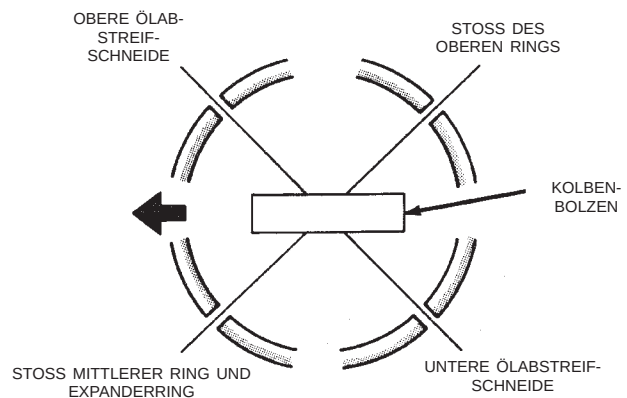

Abb. 12 Kolbenringstöße versetzt anordnen
(10) Kolbenringstöße versetzt anordnen, siehe (Abb. 12).
(11) Stoß des Expanderrings/Ölabstreifring um mindestens 45° versetzt zu den Stößen der Ölabstreifschneiden anordnen, jedoch **nicht** auf Höhe der Mittelachse des Kolbenbolzens oder in der Druckrichtung. Das Versetzen der Ringstöße ist wichtig für die Minimierung des Ölverbrauchs.